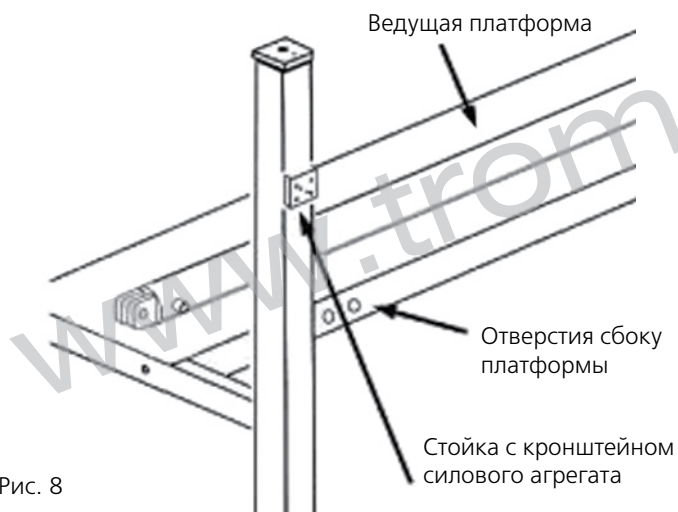

Рис. 8
2. Установите платформу так, чтобы отверстия для подключения шлангов силового агрегата располагались рядом с силовым агрегатом, см. рис. 8.